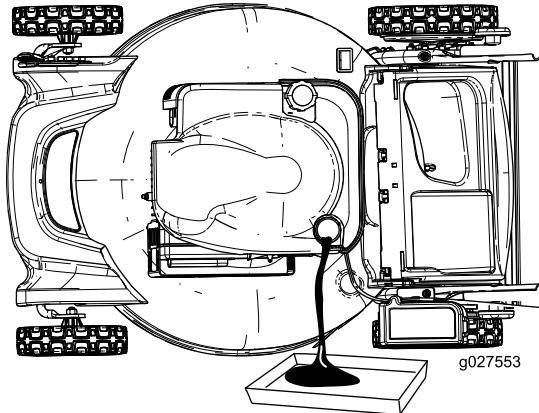

Figura 24
7. Inclinete la macchina sul fianco, con il tubo di riempimento dell'olio in basso, per vuotare l'olio usato attraverso il tubo di riempimento in una bacinella di spurgo (Figura 24).